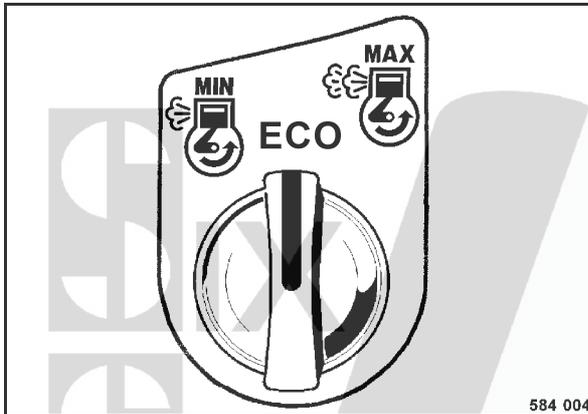

fig. 39
- Tourner l'interrupteur rotatif pour la vitesse de rotation du moteur (fig. 39) sur mode „ECO“ (Automatique).